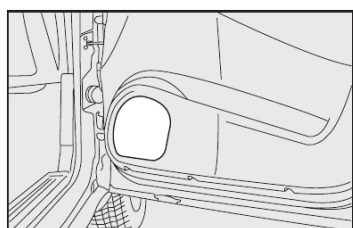

fig. 113
- alto-falantes na porta dianteira **fig. 113**,